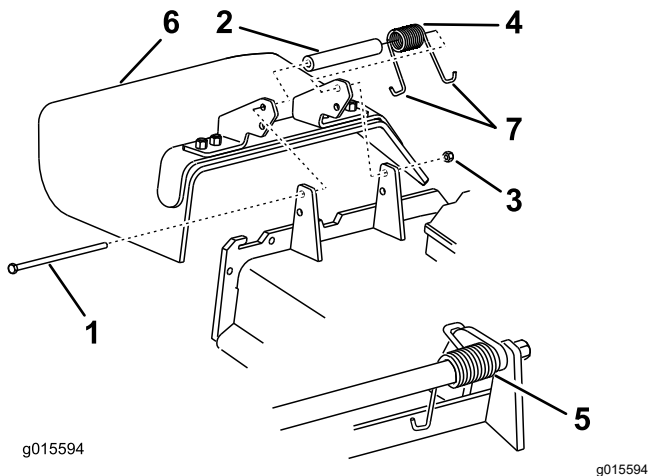

Figura 43
1. Posizionate un'estremità della molla dietro il bordo del piatto e l'altra estremità sul deflettore dell'erba (Figura 43).
2. Utilizzate il bullone e il dado per fissare il gruppo deflettore dell'erba al piatto di taglio (Figura 43)
3. Infilate l'estremità a gancio J della molla attorno al deflettore di sfalcio (Figura 43).